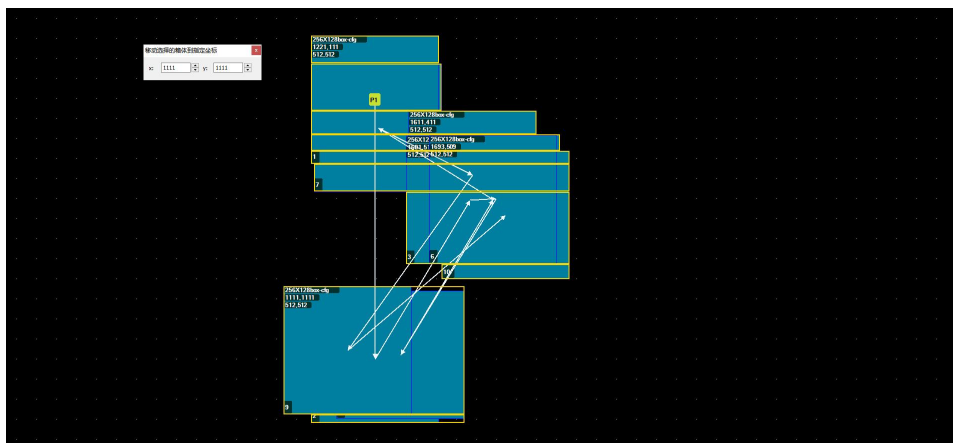

图 4-3-15 箱体移动图
(1) 箱体移动窗口：单选多选箱体右键点击箱体移动窗口，弹出移动箱体弹窗，输入 X, Y 坐标选中的箱体会跟随坐标移动如图 4-3-15 所示。